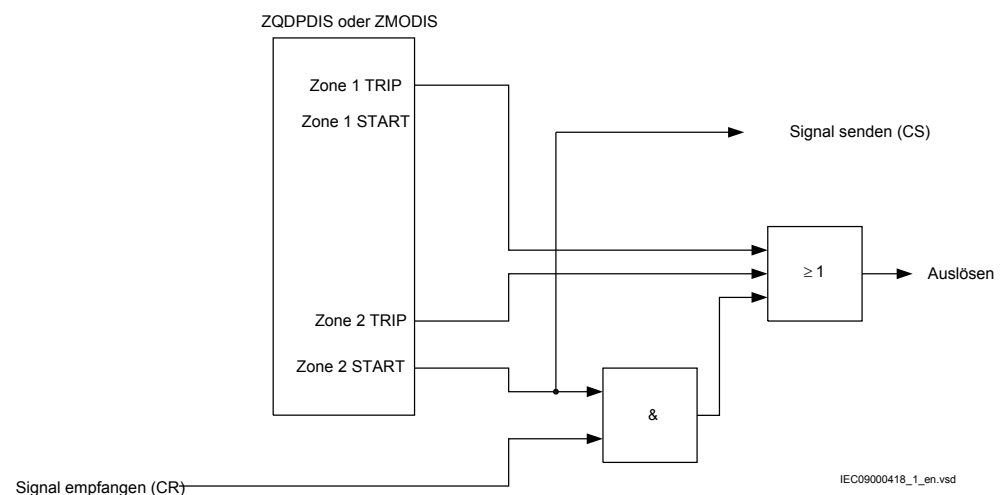

Abb. 22: Logik für das Freigabeverfahren
Ein Vergleichsschutzsignal wird gesendet (CS), wenn ein Fehler von Zone 2 (Übergreif-Zone) erkannt wird. Wenn ein Vergleichsschutzsignal empfangen wird (CR), wird Zone 2 unverzüglich freigegeben. Die Logik wird dargestellt in Abbildung 22.